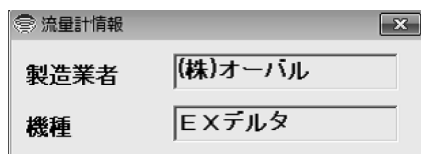

図21
- ① 画面上部メニューの「表示(V)」をクリックし、「流量計情報(T)」を選び、再度クリックします。
- ② 図21のようなメッセージボックスが現れ、流量計の情報が表示されます。